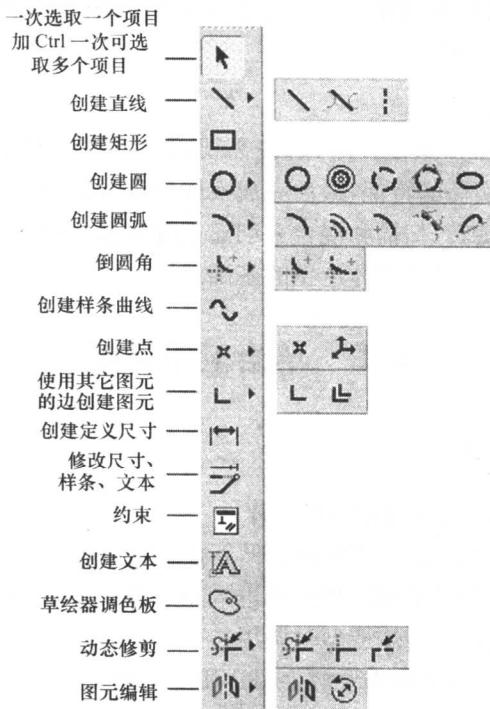
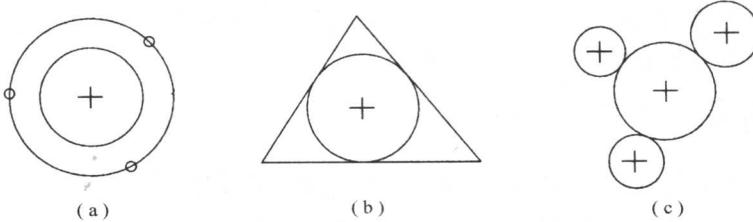
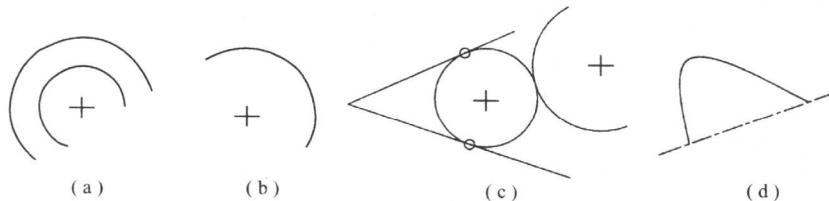

图 2-3 草绘图标工具栏
图 2-5 草绘圆
图2-6 草绘圆弧
进入草绘环境后,系统会出现草绘时所需要的各种工具图标,其中常用工具图标及其功能注释,如图 2-3 所示。单击工具栏中相应按钮后面的黑色小三角,将展开 8 个子工具栏。
(1)进入草绘环境之后,单击草绘工具栏中 按钮后面的黑色小三角,展开直线绘制工具条,参看图 2-3。
(1) 进入草绘环境之后，单击草绘工具栏中  按钮后面的黑色小三角，展开圆绘制工具条，参看图 2-3。
(2) 用鼠标左键单击  工具按钮，在绘图区内选择圆的中心和圆上的一点，生成一个整圆。
(3) 用鼠标左键单击  工具按钮，在绘图区内，用鼠标左键选择已有的一个圆作为参照，选择要绘制圆上的一点，生成一个与参照圆同心的圆，参看图 2-5(a)。
(4) 用鼠标左键单击  工具按钮，在绘图区内，用鼠标左键依次选择圆上的三个点，生成一个通过这三点的圆，参看图 2-5(a)。
(5) 用鼠标左键单击  工具按钮，在绘图区内，用鼠标左键依次选择与之相切的三个图元(任一直线、圆或圆弧)，生成一个与三个已知图元相切的圆，参看图 2-5 中的(b)和(c)。
(6) 用鼠标左键单击  工具按钮，在绘图区内，选择椭圆的中心和椭圆上的一点，生成一个椭圆。
(1) 进入草绘环境之后，单击草绘工具栏中  按钮后面的黑色小三角，展开圆弧绘制工具条，参看图 2-3。
(2) 用鼠标左键单击  工具按钮，在绘图区内选择圆弧的起点、终点和圆弧上的第三个点，生成圆弧。
(3) 用鼠标左键单击  工具按钮，在绘图区内，用鼠标左键选择已有的一个圆弧作为参照，然后，选择圆弧的起点和终点，生成一个与参照圆弧同心的圆弧，参看图 2-6(a) 同心圆弧。
(4) 用鼠标左键单击  工具按钮，在绘图区内，用鼠标左键选择圆弧的圆心点以及圆弧的起点和终点，生成圆弧，参看图 2-6(b) 圆心端点圆弧。
(5)用鼠标左键单击 C 工具按钮,在绘图区内,用鼠标左键依次选择与之相切的三个图元(任意直线、圆或圆弧),生成一个与三个已知图元相切的圆弧,参看图2-6(c)与三个图元相切的圆弧。
(6)用鼠标左键单击 O 工具按钮,在绘图区内,用鼠标左键依次选择弧的起点和终点,首先生成一条连接起点和终点的中心线,然后继续选择弧上的一点,即生成锥形弧,如图2-6(d)所示。
(1)进入草绘环境之后,单击草绘工具栏中 按钮后面的黑色小三角,展开倒圆角绘制工具条,参看图 2-3。
(1)进入草绘环境之后,单击草绘工具栏中 按钮后面的黑色小三角,展开修剪工具条,参看图 2-3。
(3)单击草绘工具栏中 按钮后面的黑色小三角,展开镜像命令条,参看图 2-3。